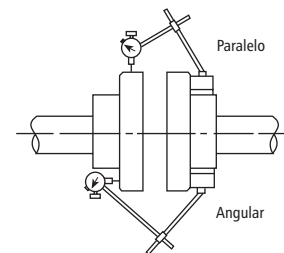

Figura 2
- Se **DEBE** controlar la alineación antes de operar la bomba. Observe la figura 2.